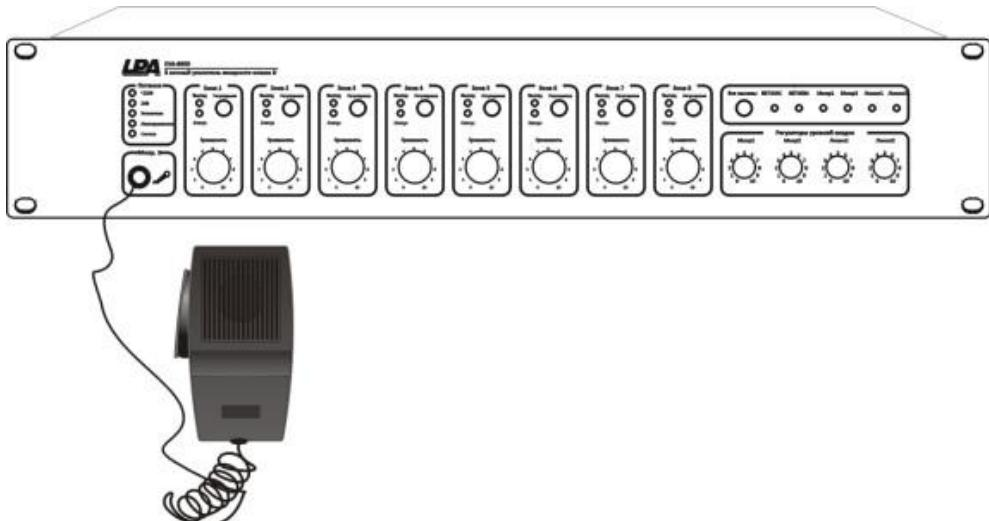
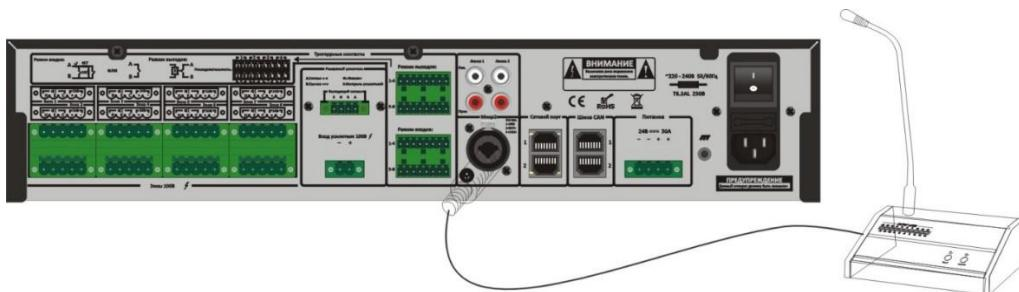

Рис. 4.2. Схема подключения микрофона для экстренных сообщений к разъему «Микр. 1» на лицевой панели усилителя мощности LPA-EVA-8500
Рис. 4.3. Схема подключения основного микрофона к разъему «Микр. 2» на задней панели усилителя мощности LPA-EVA-8500
- Подключите микрофоны к разъемам «Микр. 1» или «Микр. 2», как показано на Рис. 4.2 и Рис. 4.3, усилитель мощности автоматически определит получаемый аудиосигнал.